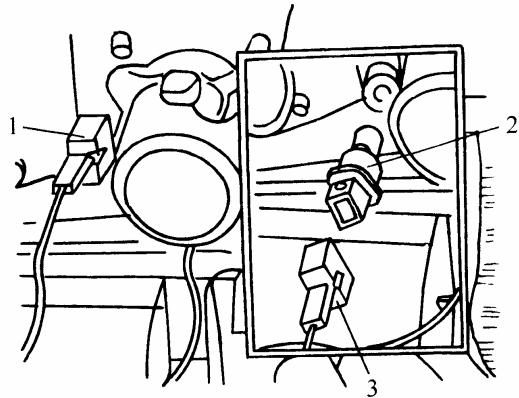

图 9-85 前示廓灯的拆卸
(1) 拆卸 前示廓灯的拆卸如图 9-85 所示，将灯座旋转 1/4 圈即可取出，卸下灯泡。